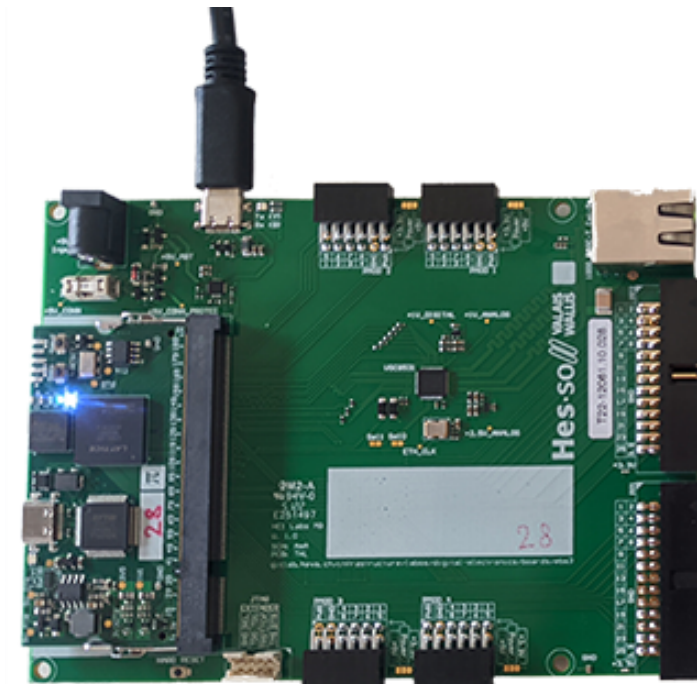

FIGURE 13 – Carte électronique FPGA EBS3 [2]
- Une carte de développement **FPGA**, voir figure 13